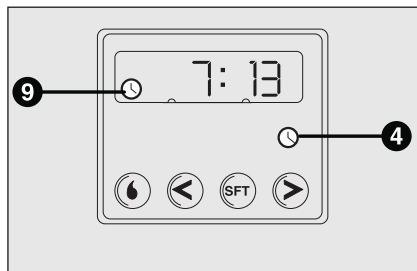

fig. 57
- Appuyer sur le bouton **4**: l'écran et le témoin s'allumeront **9-fig. 57**.
Lecture de l'heure courante fig. 57